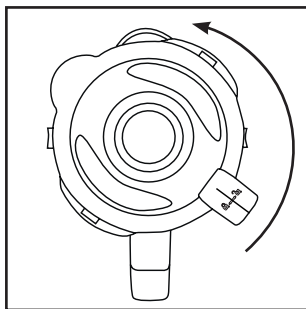

Fig. 1
- 2) Fjern låget **2** ved at dreje det mod uret i retning af position ↗ (se fig. 1), indtil du kan tage det af oppefra.